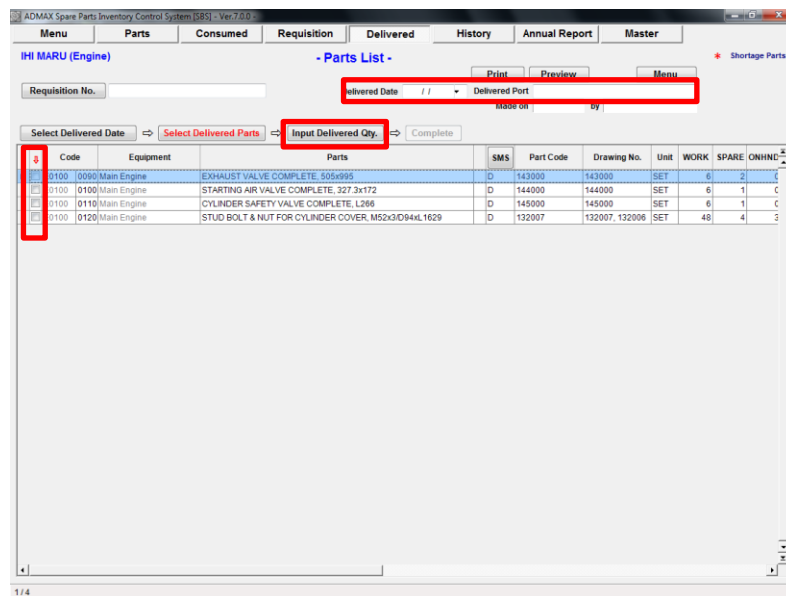

図 8.2 Completed Parts Requisition
2. “Completed Parts Requisition”画面(図 8-2) が表示されます。